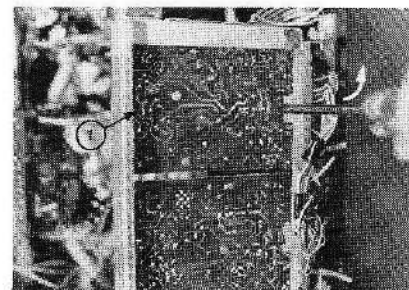

Fig 10
c) – Extraction des modules BTT - NS. EO – (Fig. 10)
- Oter la vis de fixation. (1)
- Au moyen d'un tournevis, extraire le module (Fig. 10)